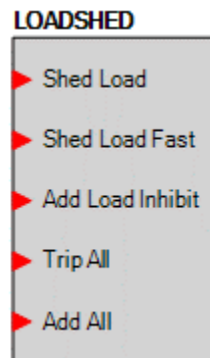

Abbildung 15-9. LOADSHED-Logikelement
Wenn der 'Last abwerfen' Eingang des Logikelements 'Lastabwurf' (LOADSHED) wahr ist, werden die Lasten mit höheren Lastprioritätsnummern zuerst abgeworfen und ihre entsprechenden Logikeingänge (Abbildung 15-9) werden falsch. Eine Lastpriorität mit einer Nummer Null (0) wird deaktiviert und aus den Funktionen zum Hinzufügen / Abwerfen von Lasten ausgeschlossen. Die erste Last wird sofort abgeworfen und nachfolgende Lasten werden nach Ablauf der 'Abwurfverzögerung' abgeworfen. Die Lasten werden nacheinander abgeworfen und zwischen den Abwürfen muss die Abwurfverzögerung ablaufen.